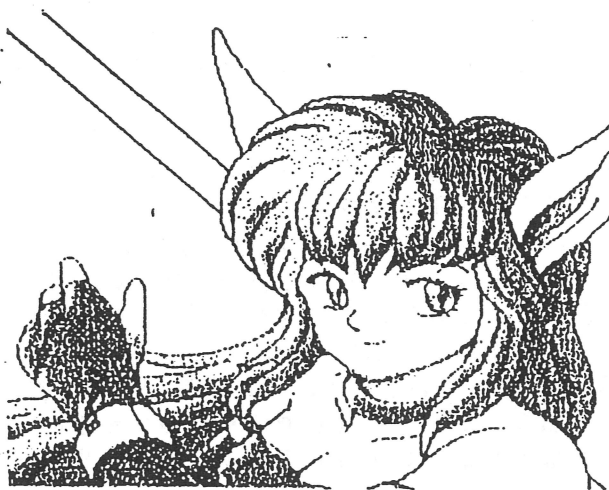
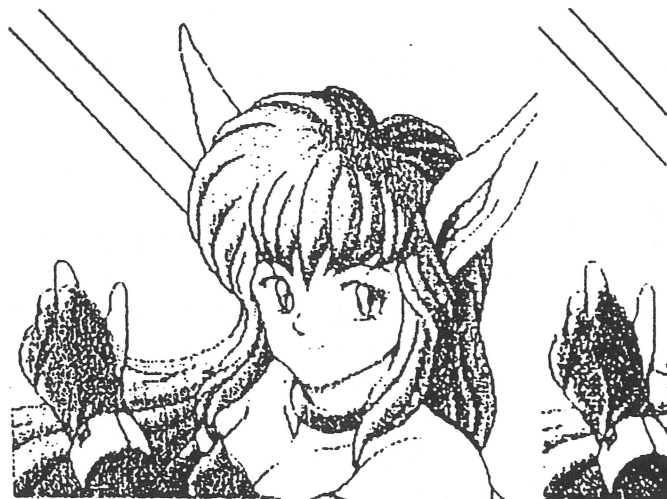

図5-7 WORD RAM 1M DMA画面 (32セルモード)
図5-8 WORD RAM 1M DMA画面 (40セルモード)
- ① CDチェッカーの電源をONします(但しDIP-SWは、全てONにする)。Ver.表示の後、“検査開始画面”になります。
- ② “検査開始画面”になったら、ピン治具に被検査基板(MEGA-CD MAIN BD及びSUB BD)をセットし、ピン治具の上面カバーをしっかりとセットした後、レバーを手前に引きます。
- ③ コントロールパットのSTARTボタンを押します。
- ④ 自動検査が進みエラーがなければ“WORD RAM 1M DMA”チェック画面になります。この画面は、32セルモード(図5-7)、40セルモード(図5-8)と自動で順次切り替わりますので、この時、画面のキャラクターの化けや欠け、色抜け、歪み等の不具合がないことを確認します。以上に問題なければ、STARTボタンを押し次の検査項目に進みます。
- ① CDチェッカーの電源をONします(但しDIP-SW1の5をOFFし、残りは全てONにする)。Ver.表示の後、“検査開始画面”になります。
- ③ コントロールパット(又は、コントロールスイッチ)のSTARTボタンを押します。